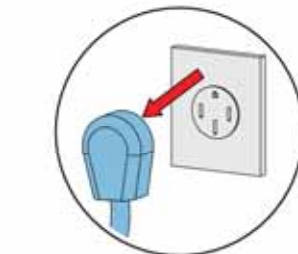

Fig. 2
**PRÉCAUTION !** Débranchez l'appareil avant de procéder au nettoyage à la main. Laissez refroidir avant de retirer ou d'installer des pièces. (Fig. 2)